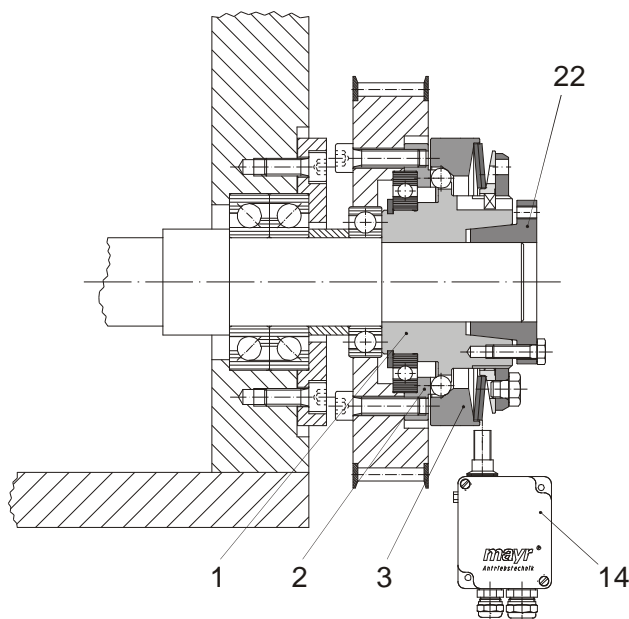

Bild 3
Liegt die resultierende Radialkraft des Abtriebs elements annähernd in der Mitte des Kugellagers (7), kann auf eine zusätzliche Lagerung des Abtriebs elements verzichtet werden. Bei sehr breiten Abtriebs elements und bei einem Kraftangriff der resultierenden Radialkraft außerhalb der Lagermitte wird das Abtriebs element zusätzlich auf der Welle gelagert, Bild 3.
Es ist darauf zu achten, dass die Lagerung des Abtriebs elements als Festlager (Bild 3) ausgeführt wird.